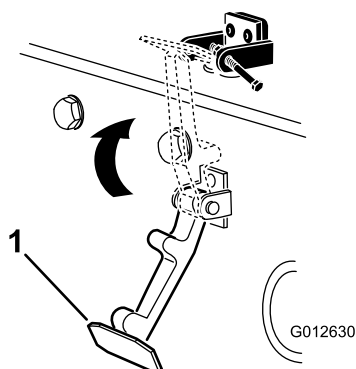

Рисунок 8
- Зацепите защелку за кронштейн защелки капота (Рисунок 8).